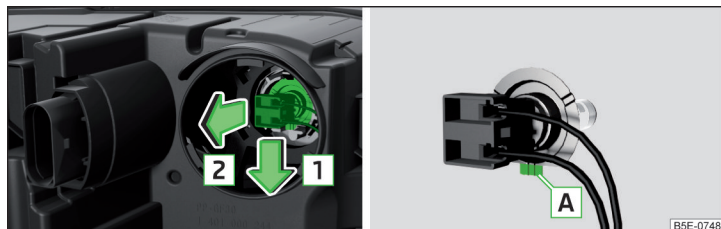

Fig. 358 Cambiar la bombilla de la luz de carretera.
- Liberar el conector con la bombilla en el sentido de la flecha **1** » fig. 358.